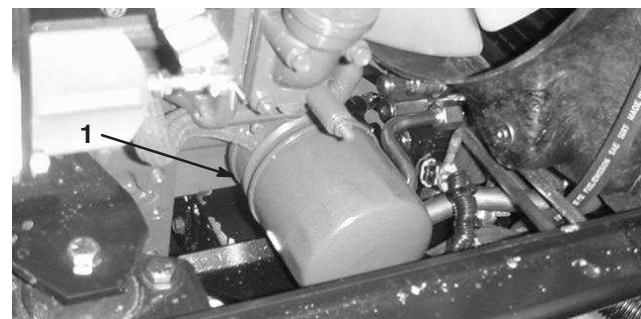

Bild 48
- Entfernen Sie den MotorölfILTER (Bild 48). Ölen Sie die neue Dichtung am Ölfilter leicht mit frischem Öl ein, bevor Sie den Filter eindrehen. **Ziehen Sie nicht zu fest.**